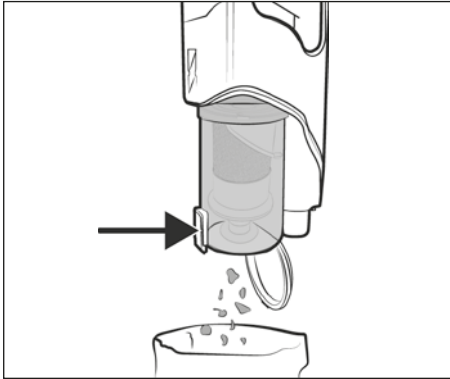

Fig. 17
- 2) Tenez le bac à poussière **7** dans une poubelle et appuyez sur la touche de déverrouillage du couvercle du bac à poussière **8**. Le couvercle du bac à poussière **9** s'ouvre et son contenu est vidé dans la poubelle (voir figure 17). Fermez ensuite le couvercle du bac à poussière **9**.